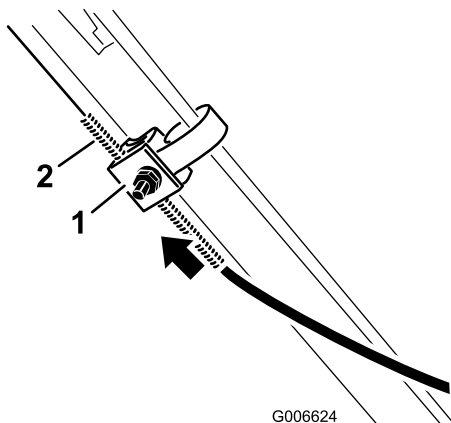

Рисунок 29
4. Переместите оболочку тросика вверх на 5 мм (Рисунок 29).